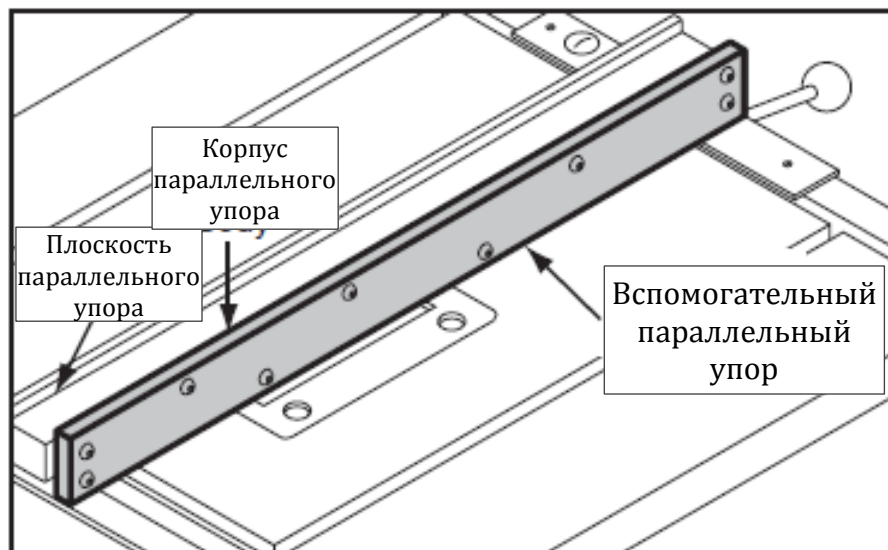

Рис. 56. Вспомогательный упор
4. Использовать крепёж, которым крепились ранее плоскость параллельного упора, для закрепления вспомогательного параллельного упора. Конечный результат должен быть аналогичен представленному на рис. 56.